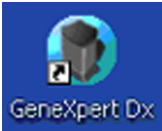

Figura 2-50. Icono de acceso directo del GeneXpert Dx System
- En el escritorio de Windows, haga doble clic en el icono **GeneXpert Dx** (consulte la figura 2-50).